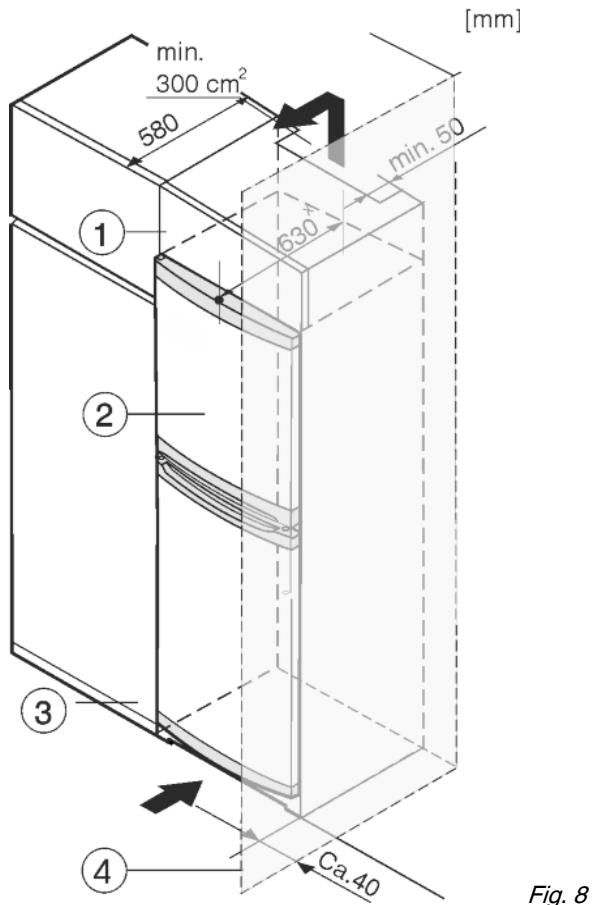

Fig. 8
Uređaj se može adaptirati za ugradnju u kuhinjske ormare. Kako biste uređaj Fig. 8 (2) prilagodili visini kuhinjskog namještaja, iznad uređaja možete postaviti viseći ormari Fig. 8 (1).
Kod adaptacije s kuhinjskim ormarama (dubina maks. 580 mm) uređaj se može postaviti izravno uz kuhinjski ormari Fig. 8 (3). Uređaj stoji bočno 34 mm x i u sredini uređaja 50 mm x nasuprot pročelju kuhinjskog ormara.
Kada se uređaj postavlja s okovima pored zida Fig. 8 (4), razmak između uređaja i zida mora iznositi najmanje 40 mm. To odgovara stajanju ručice kod otvorenih vrata.